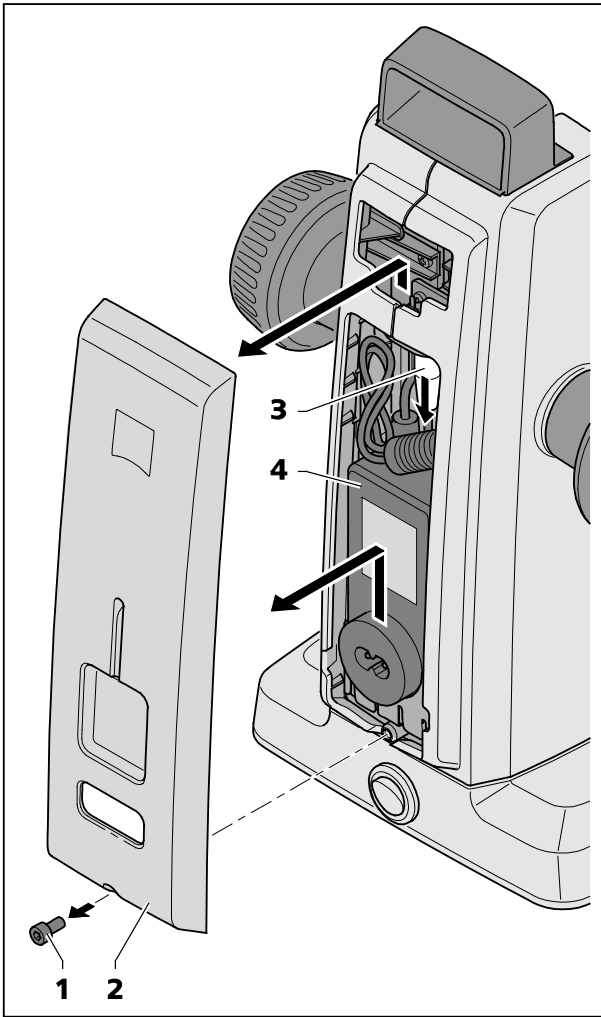

图27 更换电源
- 用内六角扳手松开外壳盖下面的螺丝 (图27/1)。
- 将下面的外壳盖 (图27/2) 轻轻拔出，再向上按压。
- 松开插头 (图27/3)，取下损坏的桌面式电源 (图27/4)。